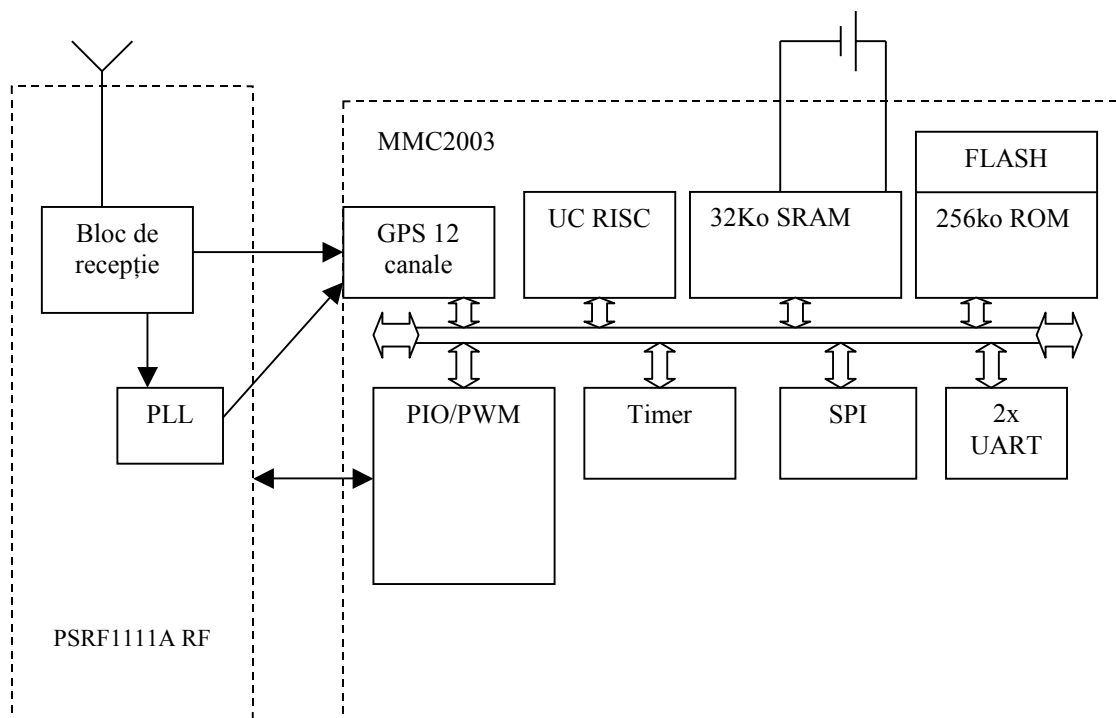

Fig. 10.95. Schema bloc a unui sistem GPS cu MC
Motorola oferă un set de chipuri (chipset) pentru aplicații GPS (Global Positioning System). Setul este format dintr-un circuit de radio frecvență (RF) și un MC. Aplicațiile GPS au cunoscut în ultimul timp o dezvoltare deosebită. Se oferă astfel sisteme GPS portabile; noile modele de autoturisme includ sisteme de navigație bazate pe GPS, ca să nu mai vorbim de aplicațiile clasice cum ar fi la navigația aeriană sau pe apă. Schema bloc a sistemului GPS este dată în Fig. 10.95.